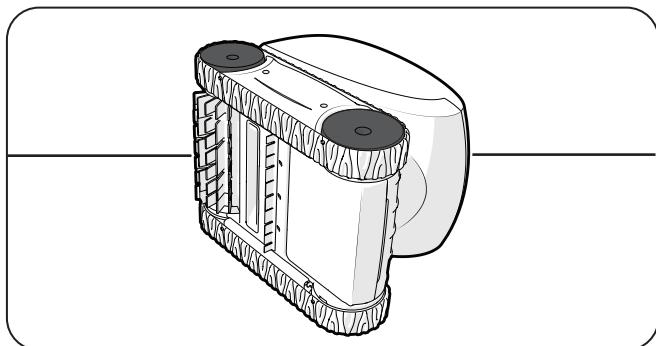

Figura 23. Poner el limpiador sobre un lado
- Ponga el limpiador sobre un lado (Figura 23).